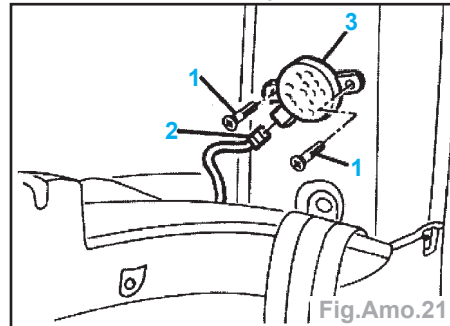

Fig.Amo.21
- Déposer les vis (1) (Fig.Amo.21).